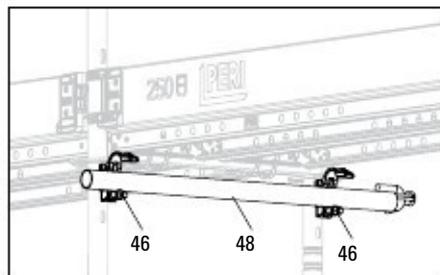

Fig. A7.02
1. Монтирайте стенната свързка UWT (46) в ринг-болта.
2. Монтирайте стенната свързка UWT в стенния държач(и) EWC. (Fig. A7.02 + A7.03)